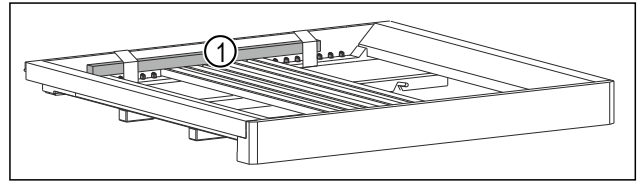

Fig. 37 *
- ▶ Holzstab Fig. 37 (1) entfernen.*